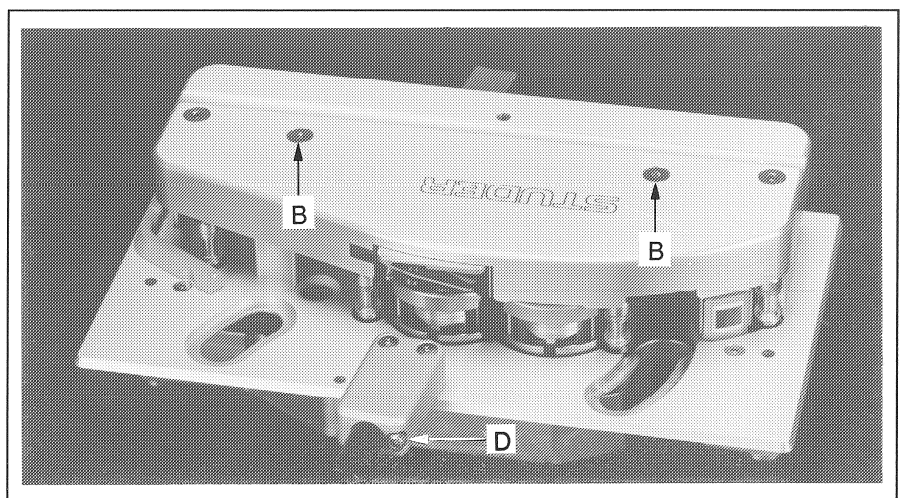

Fig. 3.4.53 Kopfträger mit Markierstempel und Vorkopfschere.
- Kopfträger und Kopfträgerabdeckung demontieren. (vgl. Fig. 3.4.53)
- Mit der Schraube D (IS 2,5mm) kann der vordere Anschlag des Markierstempels eingestellt werden. Siehe Fig. 3.4.53.